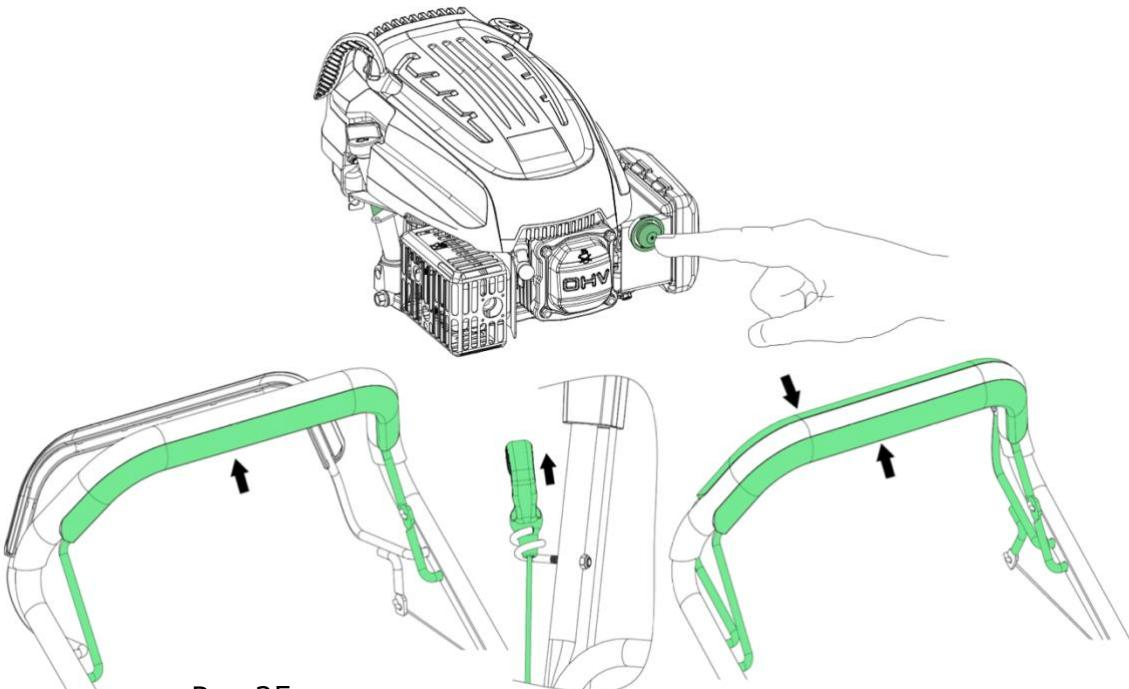

Рис.25.
1. В холодном состоянии двигателя, необходимо перевести воздушную заслонку в закрытое положение, нажать на кнопку праймера несколько раз, а затем потянуть за ручку стартера. Рис.25.